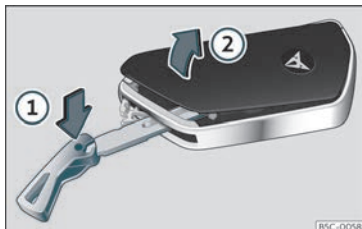

Fig. 68 Clau del vehicle: obrir la tapa del compartiment de la pila.
- Introduïu l'espasí a la ranura >>> **fig. 68**, pressioneu-lo en el sentit de la fletxa ① i allibereu la tapa fent palanca ②.